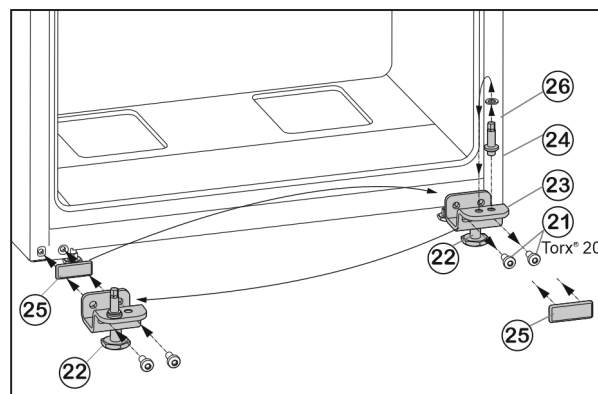

Fig. 9
- Dévisser les vis de fixation Fig. 9 (21).
- Retirer l'ensemble du support de palier inférieur Fig. 9 (23) avec le boulon de palier Fig. 9 (24), la rondelle Fig. 9 (26) et le pied de réglage Fig. 9 (22).
- Dévisser l'ensemble du boulon de palier Fig. 9 (24) avec la rondelle Fig. 9 (26), déplacer le tout dans le trou de préhension du côté opposé du support de palier et revisser fermement.
- Retirer avec précaution la plaque de recouvrement Fig. 9 (25) et la déplacer du côté opposé.
- Revisser l'ensemble du support de palier inférieur Fig. 9 (23) avec le boulon de palier Fig. 9 (24), la rondelle Fig. 9 (26) et le pied de réglage Fig. 9 (22) du côté de la nouvelle charnière, au besoin à l'aide d'une visseuse sans fil (**en appliquant un couple de 4 Nm**).
- Placer la porte à partir du haut sur le boulon de palier Fig. 9 (24).
- Dévisser le pied de réglage Fig. 9 (22) sur le support de palier inférieur Fig. 9 (23) jusqu'à ce qu'il repose au sol.